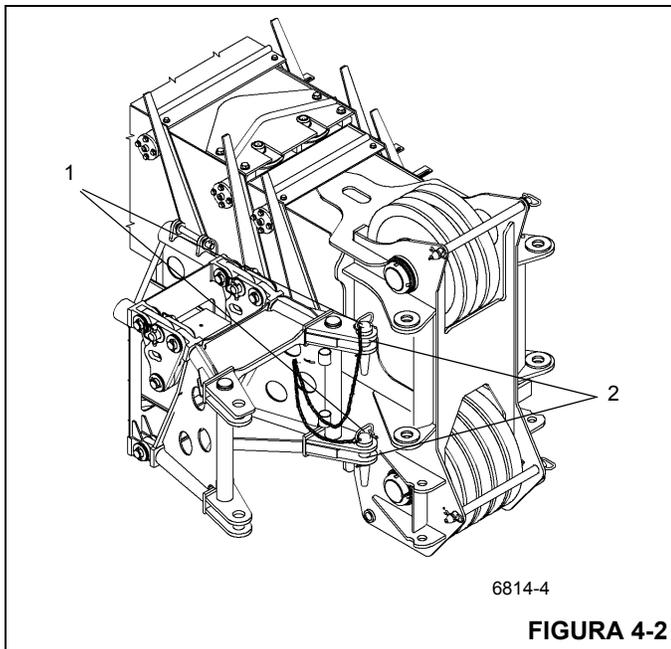

FIGURA 4-2
3. Remova os grampos de retenção dos pinos de fixação do lado direito recolhidos na base da extensão da lança e remova os pinos de fixação da extensão da lança. Insira os pinos de fixação do lado direito (Figura 4-2, 1) através do acessório da lança e das conexões de fixação da extensão da lança (Figura 4-2, 2). Instale os grampos de retenção nos pinos de fixação.
8. Conecte um dispositivo de elevação nos olhais de elevação na extensão da lança articulada, tirando a pressão nos pinos de fixação (Figura 4-2, 1). Remova os pinos.